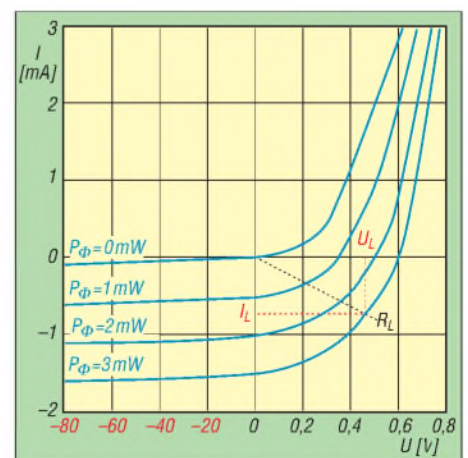

Bild 2: Strom-Spannungs-Kennlinien einer Fotodiode bei verschiedenen Strahlungsleistungen P_Φ
Bild 2 zeigt das Kennlinienfeld einer Fotodiode. Die gewohnte Kennlinie einer unbeluchteten Diode erscheint um den Betrag des Fotostroms i_Φ , der über viele Zehnerpotenzen proportional zur Strahlungsleistung P_Φ ist, ins Sperrgebiet hinein verschoben. Diesem Verhalten entspricht als Ersatzbild eine Diode mit parallel geschalteter Stromquelle i_Φ in Sperrrichtung, und die Kennliniengleichung
mit $kT/q = 25 \text{ mV}$ bei Zimmertemperatur und dem Sättigungsstrom I_S . An Hand von (1) und Bild 2 kann man sofort drei Betriebsarten erklären.